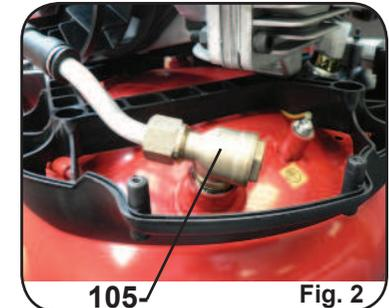

Fig. 2
- Clapet anti retour bloqué par une impureté ou usagé, nettoyer ou changer le clapet anti retour. (**Rep. 105, Fig. 2**).